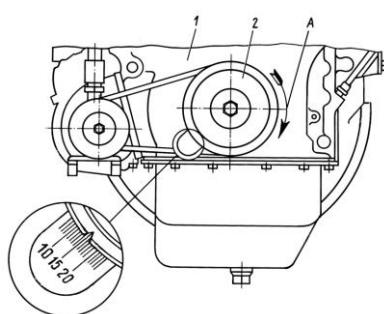
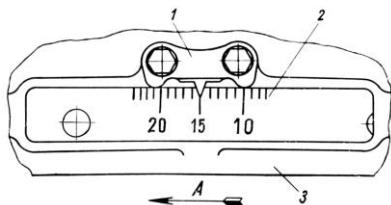
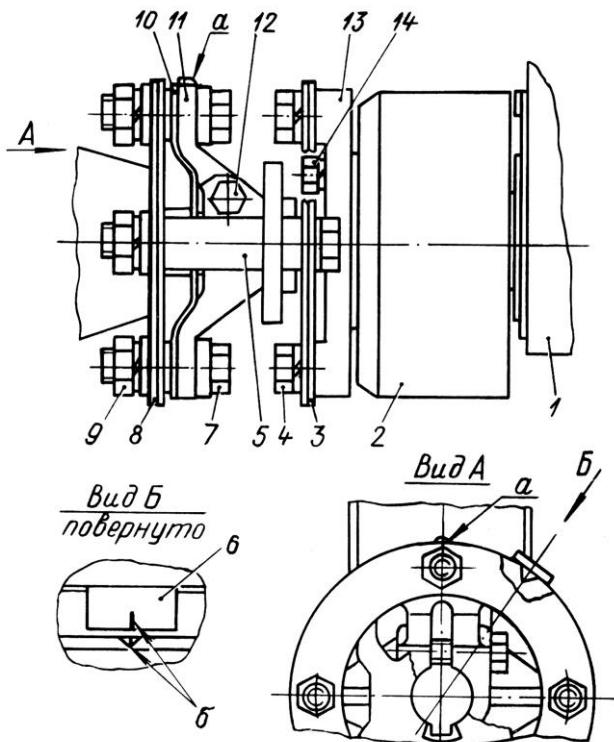

Рис. 13. Совмещение рисок:
Рис. 14. Совмещение рисок:
Рис. 15. Привод топливного насоса высокого давления:
Вращать коленчатый вал двигателя по часовой стрелке (если смотреть со стороны вентилятора) до совмещения меток на шкиве коленчатого вала и крышке шестерен распределения или на маховике с указателем, соответствующих установочному углу опережения впрыска топлива: риска на шкиве коленчатого вала должна находиться против риски, соответствующей установочному углу  $15^{\circ}$ , на крышке шестерен распределения (рис. 13) или риска «15» на маховике должна совпадать с указателем картера маховика (рис. 14). Для бокового указателя (лючок находится с левой стороны двигателя на картере маховика) значение углов выполнены на маховике в буквенно-цифровом выражении. Для бокового указателя значение углов выполнены на маховике в буквенно-цифровом выражении. При этом букве «А» соответствует значение в цифровом выражении  $20^{\circ}$ , букве «Б» -  $15^{\circ}$ , букве «В» -  $10^{\circ}$  и букве «Г» -  $5^{\circ}$ .
В момент совмещения меток, показанных на рис. 13 и 14, должны совместиться метка на торце муфты 2 (рис. 15) опережения впрыскивания с риской на указателе 6. Если метки не совместились, отвернуть две гайки 9 и поворотом муфты опережения впрыскивания за счет овальных отверстий на приводе совместить указанные на рис. 15 метки.
1. Установить ведомую полумуфту 13 на муфту 2 (рис. 15) опережения впрыскивания и закрепить ее четырьмя болтами.